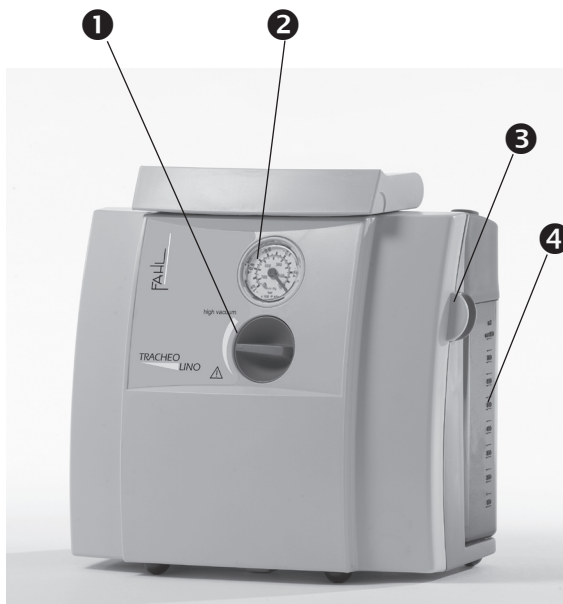

Bild 1
Die Flüssigkeit sammelt sich im Sekretbehälter (Seite 4, Bild 1, ④).